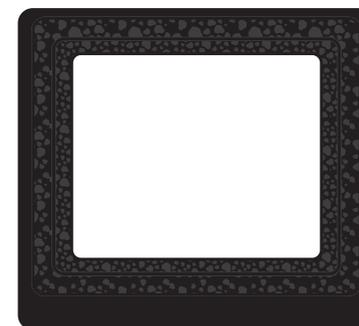

Рис. 12.
5. Аккуратно извлеките термостойкий теплоизоляционный элемент (рис. 12).